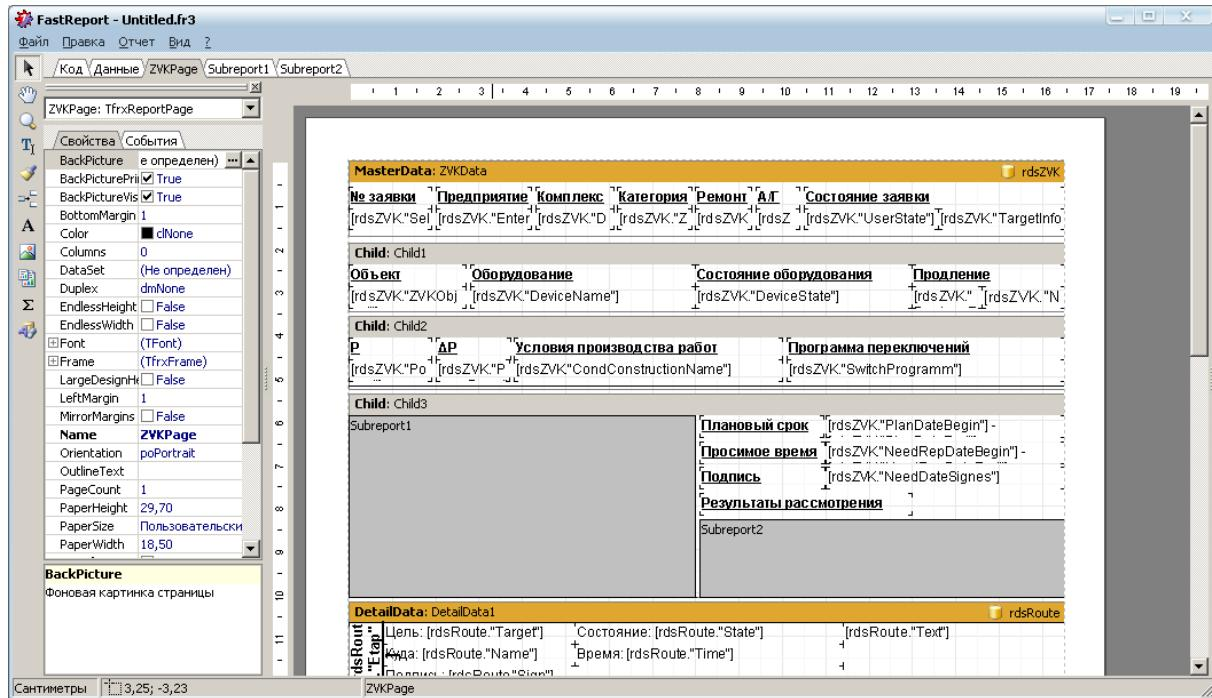

Рисунок 8.61 – Форма редактирования шаблона отчетов
- 3) В открывшейся форме редактирования шаблона отчетов (Рисунок 8.61)